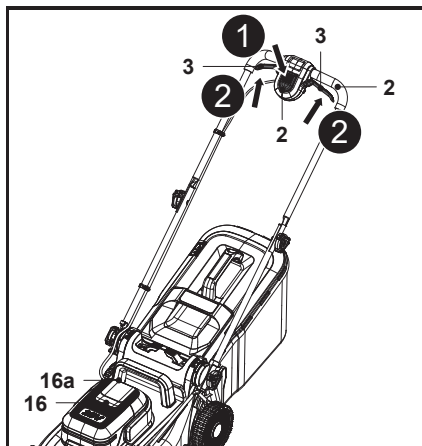

Fig. 17
1. Levante a tampa magnética (15c), abra a tampa do compartimento da bateria (15) e, em seguida, insira totalmente a bateria (24).
2. Feche cuidadosamente a tampa do compartimento da bateria (15).
3. Mantenha-se atrás da pega (2).
4. Mantendo o botão do interruptor de segurança (1) premido, puxe as alavancas de arranque (3) na direção da pega (2) e mantenha-as nessa posição (Fig. 17, passos 1, 2).
5. Após o arranque do corta-relva, liberte o botão do interruptor de segurança (1).
6. A capacidade real da bateria será apresentada no visor da bateria (16a) na parte posterior da cobertura do motor (16).